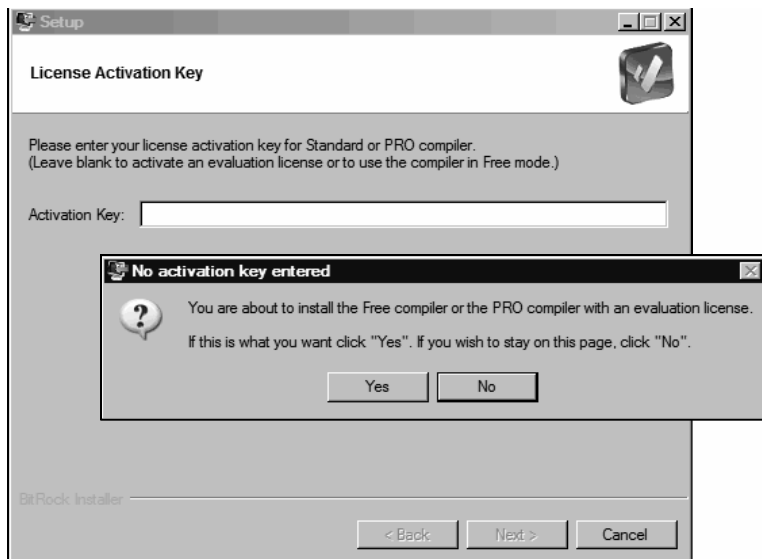

図 1.1: ライセンス有効化マネージャ ダイアログ
5. 最終確認ダイアログ ボックスで**[Yes]**をクリックします(図 1.1 参照)。